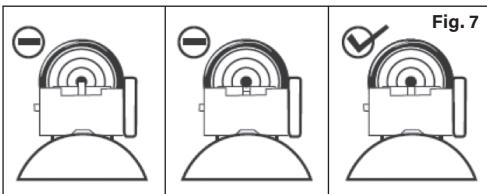

Fig. 6
- Setzen Sie das Magazin mit dem Deckel zum Gewehrkolben zeigend von der rechten Seite ein und drücken Sie es nach innen, bis es einrastet (Abb. 6).